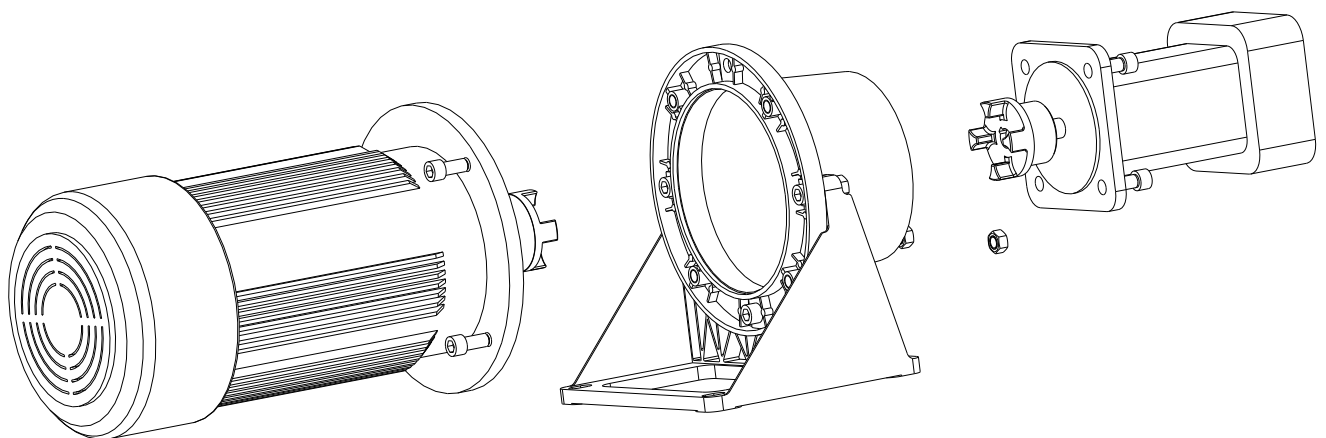

Рис. 4: Монтаж электродвигателя и насоса с колоколом и опорным фланцем
- Если колокол соединён с опорным фланцем, то длину болтов для крепления к двигателю в зоне опорного фланца надо подобрать так, чтобы обеспечить крепление проходящего через опорный фланец болта гайкой (см. рис. 4).